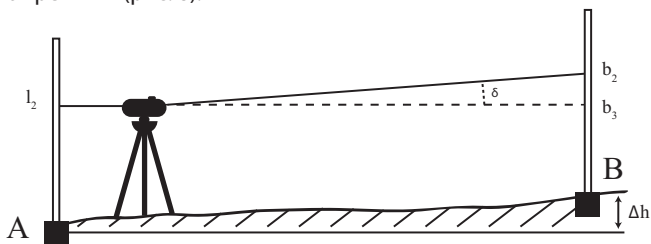

Рис. 8
• Переместите прибор и установите его на расстоянии 1-2 м от рейки А (рис. 8).